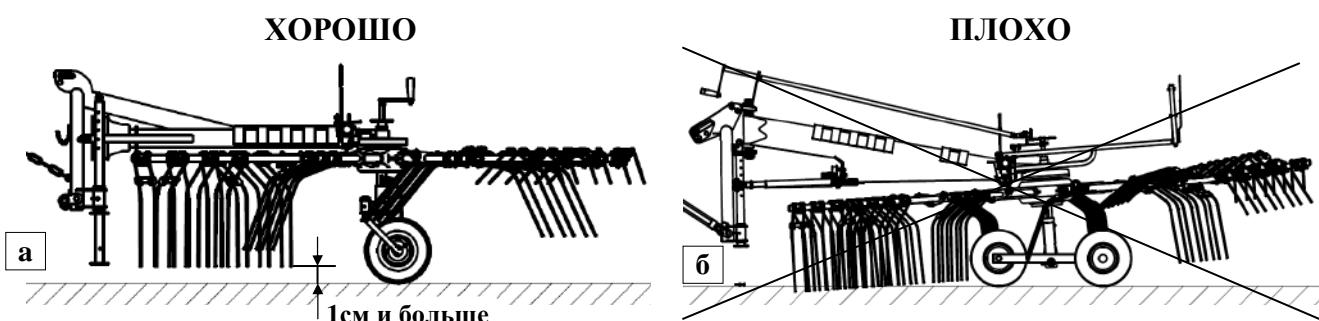
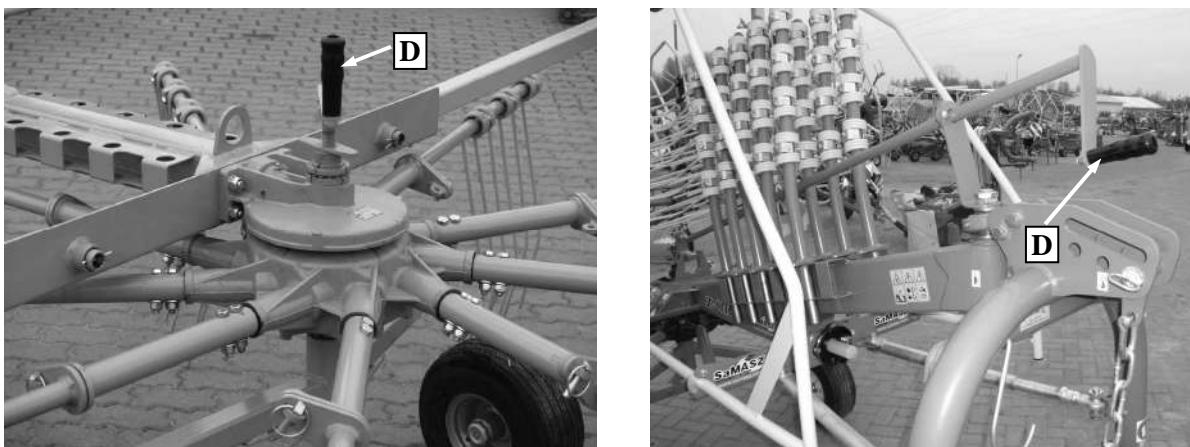

Рис. 20. Грабли в рабочем положении - а) хорошо; б) плохо
Рис. 21. Рычаг регулировки высоты сгребания
- при помощи рычага (**D**) (**Рис. 21**) опуская или поднимая, установить высоту сгребания, сгребающие пальцы должны находятся в горизонтальном положении соответственно к поверхности и не могут касаться земли (**Рис. 20**).